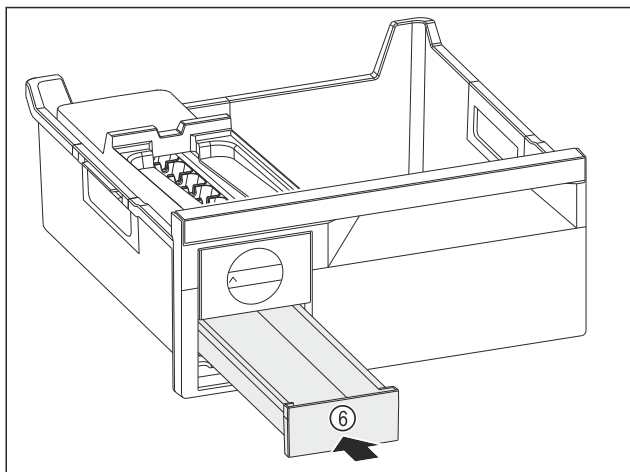

Fig. 101
- ▶ Wsunąć szufladę na kostki lodu Fig. 101 (6).